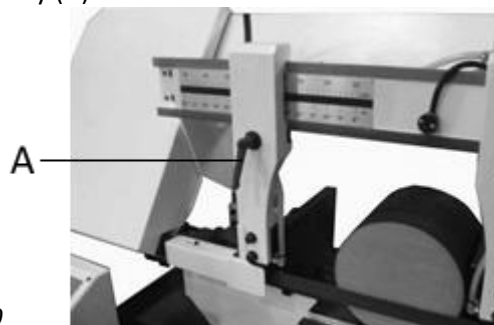

Рис.9
Ослабьте рукоятку (A, Рис.9). Передвиньте левую опорную направляющую к заготовке. Затяните рукоятку (A).